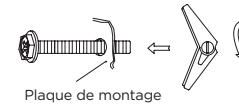

Figure 19
- Insérez les boulons à travers la plaque de montage aux emplacements déterminés et ajoutez les ailettes à ressort. Voir la figure 19. Assurez-vous de laisser un espace d'au moins l'épaisseur du mur entre la plaque de montage et la fin de l'écrou à ailettes (en position fermée). Si vous ne laissez pas cet espace, l'écrou à ailettes ne pourra pas s'ouvrir de l'autre côté du mur.